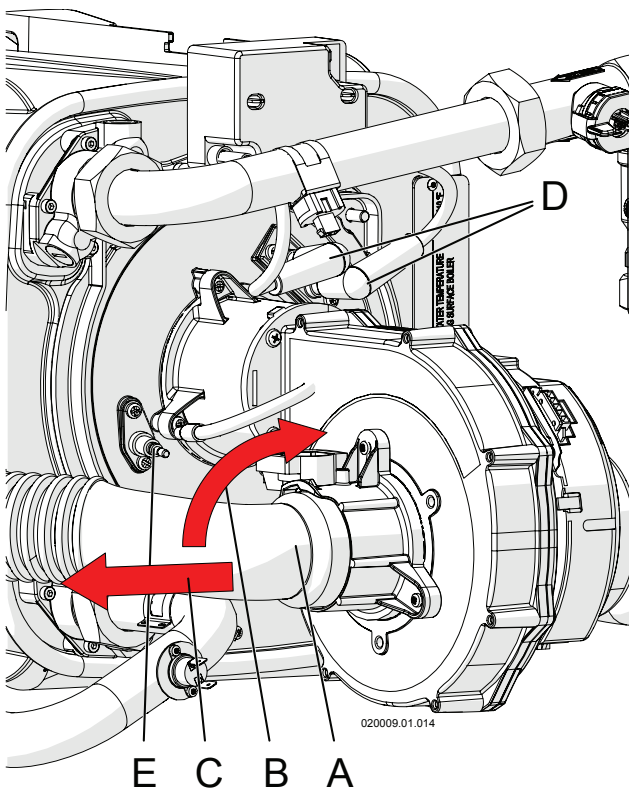

Figura 15-3 - Smontaggio collettore aria
- 4.- smontare il collettore aria "A" di Figura 15-3 ruotandolo in senso orario e poi estraendolo verso sinistra;